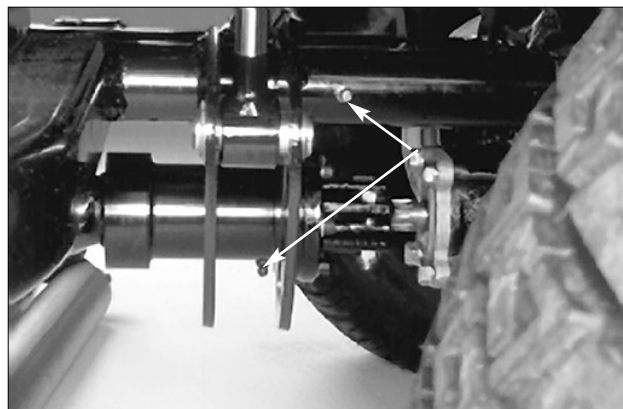
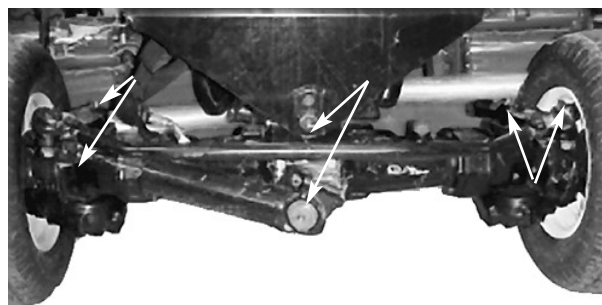
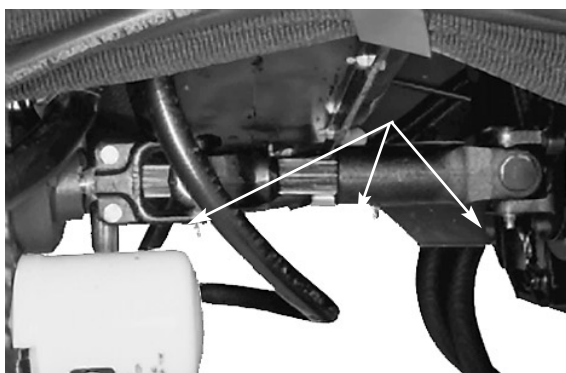
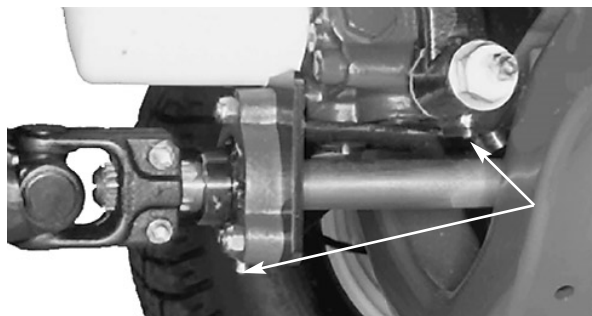

Fig. 25
Fig. 26
Fig. 23
Fig. 27
Smørefittingernes placering og smøremængderne er som følger. Motordrivaksel (3), (fig. 23); klippeenhedens bærerramme og drejetap (2 hver), (fig. 241); bageste løftearms drejetapper (2), drivakselkobling (1) (fig. 25); bagaksels forbindelsesstang (2), styretøjscylinders kugleled (2), akselestyretapper (2) bagaksels drejetap (1) (fig. 26); manøvresteringsforbindelse på transmission (1), drivaksels støtteleje (1), bagaksels drivaksel (3) (fig. 27); bremsepedal (1) (fig. 28); løftecylindere (5) (fig. 29), forreste løftearms drejetapper (3) (fig. 30) og ventilatorremskive (fig. 31).